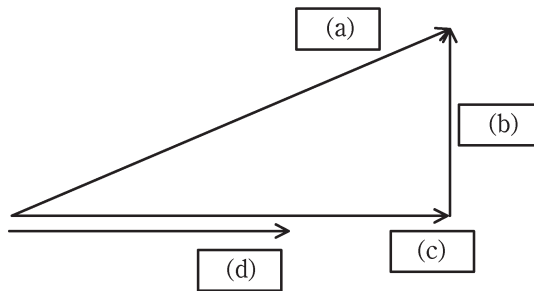

図2 フェーズ図
(1) インバータは、交流電源に力率 1 の有効電力を供給している。このときのフェーザ図を図2に示す。図中の(a)~(d)のフェーザは何のフェーザであるかを示せ。ただし、その内三つは、インバータ出力電圧  $\dot{V}_{inv}$ 、インバータ出力電流  $\dot{I}_{inv}$ 、交流電源電圧  $\dot{V}_l$  のフェーザである。
(2) 交流電源には力率 1 で 10 kW の有効電力が供給されている。電池電圧  $E_d = E_{d0}$  一定と仮定して、次の値を示せ。
(3) 電池は放電が進むと電池電圧  $E_d$  が低下することが一般的である。変調率が  $0 \leq k \leq 1$  の範囲で小問(2)の交流電圧を出力できる電池電圧  $E_d$  の最小値は  $E_{d0}$  に対して何%であるかを示せ。